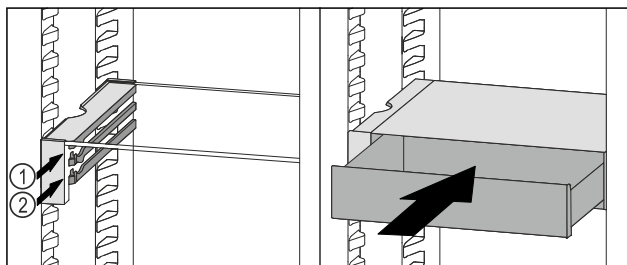

Fig. 146
- Sæt VarioSafe-skuffen ind bag stoppene på den ønskede ribbe Fig. 146 (1) eller Fig. 146 (2).